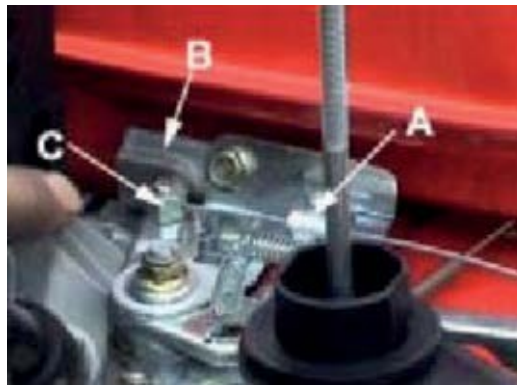

Рис.5
• Проверить, что рычаг дросселя на сборке ручки выдвинут полностью вперед. Снять крышку сапуна и сапун с двигателя. Отвинтить зажим регулировки тросика (А). Затем проверить, что рычаг дросселя (В) на двигателе выдвинут полностью вперед. Вставить провод, выходящий из тросика в отверстие (С), показанное на диаграмме. Со всеми установленными на своем месте деталями поместить зажим регулировки тросика (А) назад на свое место и провести затяжку под головку болта (Рис.5).